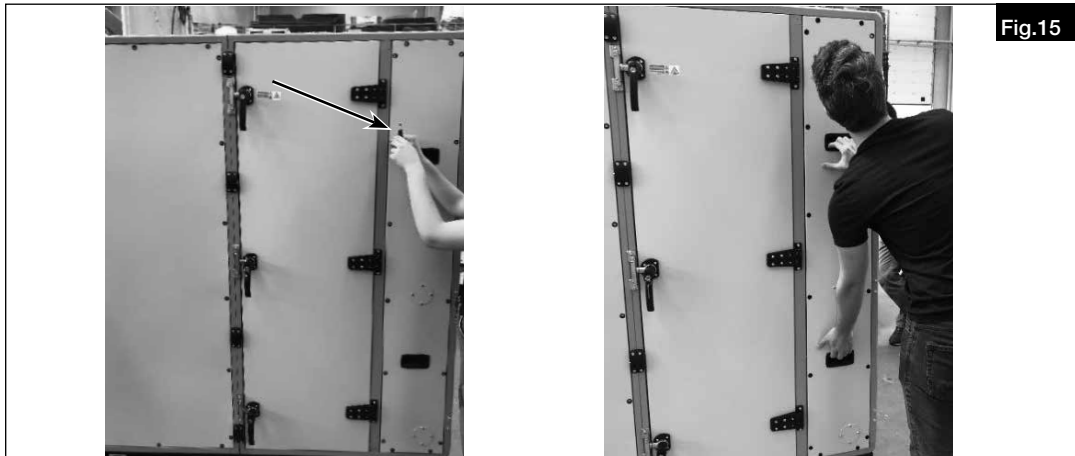

Fig.15
1. Retirer le panneau (voir Fig.15).